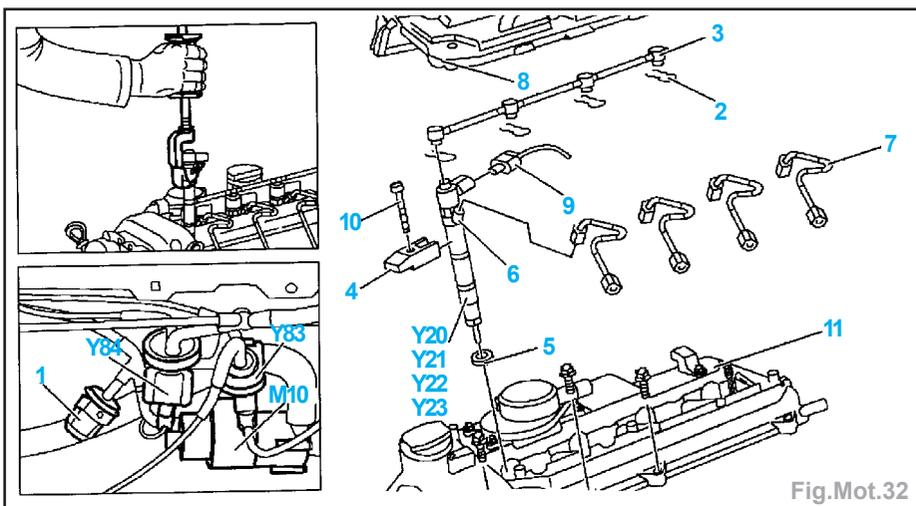

Fig.Mot.32
- Déposer (Fig.Mot.32) :
- le recouvrement du couvre-culasse (8).
- Retirer la fiche (9) sur les injecteurs.
- Démontez les conduites d'injection (7).